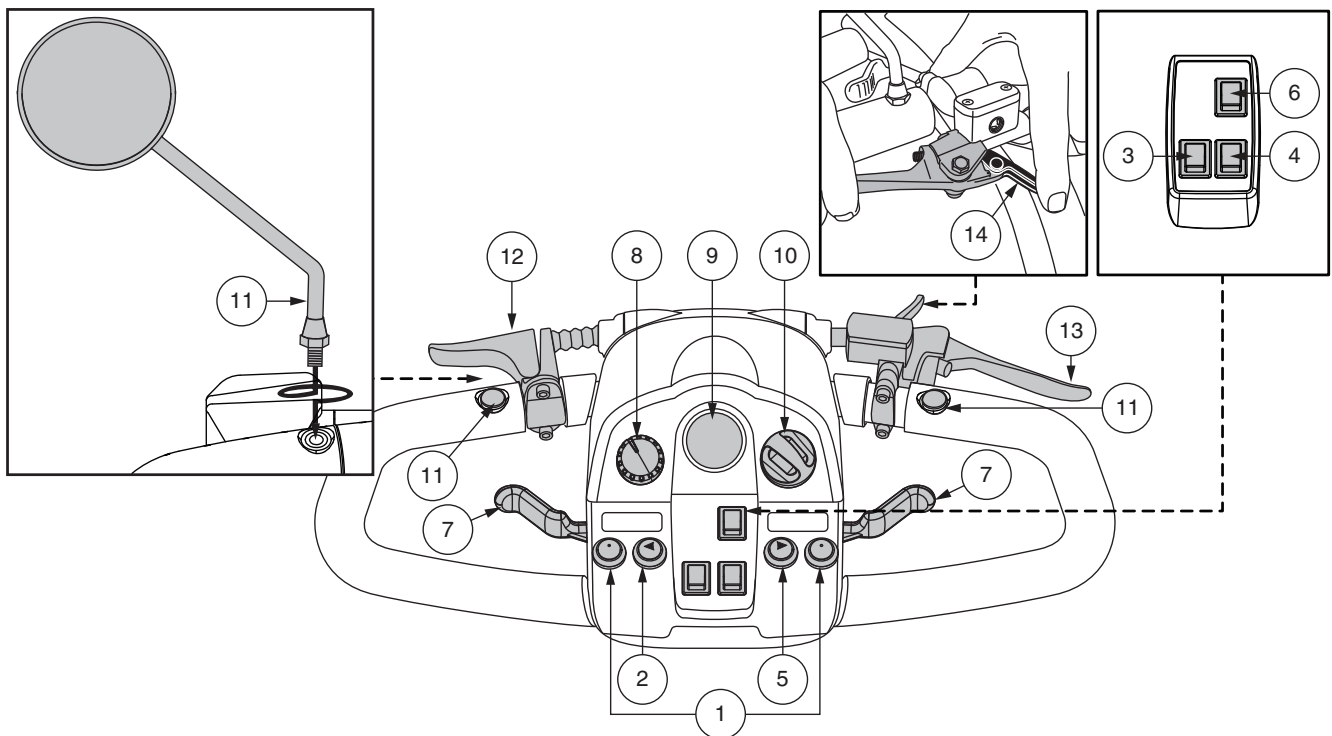

Figure 1. Tableau de bord A
Le tableau de la console regroupe toutes les commandes servant au fonctionnement de votre scooter, incluant le bouton de réglage de vitesse, la clé de contact, la jauge à batteries, klaxon, bouton des clignotants, commutateurs des accessoires et le levier d'accélérateur. S.V.P. prenez note que certaines caractéristiques sont facultatives et peuvent ne pas se retrouver sur votre scooter. **Voir la figure 1.**
Votre scooter est équipé d'un levier de frein à main qui se trouve sur la barre franche. **Voir la figure 1.** Ce levier vous offre une puissance de freinage supplémentaire. Le frein à main est manuel et fonctionne indépendamment du système de freinage régénératif de votre scooter qui est engagé pendant le fonctionnement du scooter en relâchant le levier de commande des gaz.
**NOTE:** Si votre frein à main est équipé d'une fonction de verrouillage comme illustré à la figure 1, vous pouvez activer la fonction de verrouillage du frein en serrant le levier du frein à main et en tournant ou en poussant le levier de verrouillage pour engager le verrouillage. Pour déverrouiller le frein à main, serrez complètement le levier de frein à main. Voir figure 1.